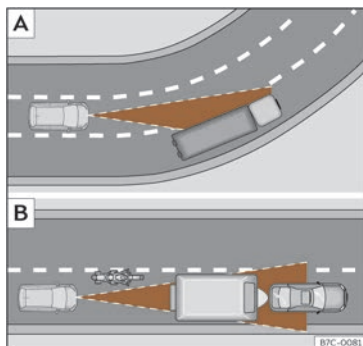

Fig. 128 **A** Véhicule à l'abord d'un virage.
L'ACC pourrait ne pas détecter dans un virage le véhicule précédent, ou pourrait régler la distance par rapport à des véhicules qui se trouvent sur d'autres voie >>> **fig. 128 [A]**.
- Véhicules circulant de manière non alignée ou en dehors de la zone de détection du capteur, par exemple, des motos >>> **fig. 128 [B]**.